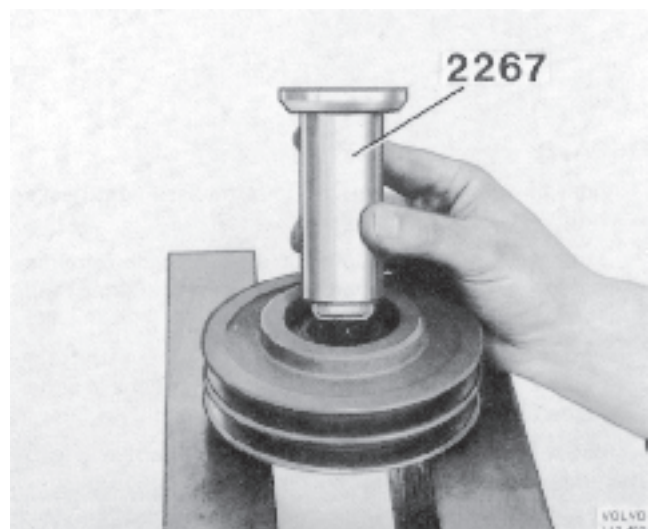

Fig. 145 Démontage du roulement dans la poulie
6. Poser la poulie comme indiqué sur la figure 145 et extraire les roulements en se servant du mandrin 2267.